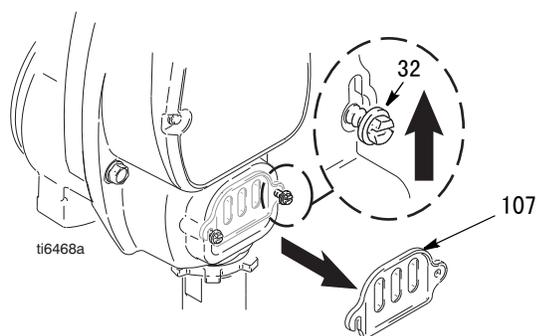

图 15
4. 图 15. 松开两个螺钉（32）并卸下泵活塞柱的盖子（107）。